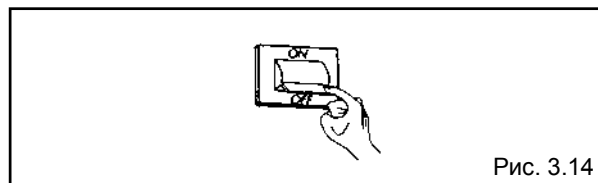

Рис. 3.14
- выключите бойлер, переведя общий выключатель в положение «выключено» (рис. 3.14);